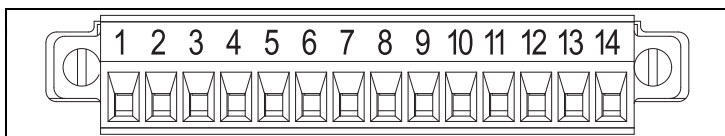

Figure 9 : affectation/identification des broches pour le branchement des accessoires
1. Lors de l'installation du kit d'accessoires sur le boîtier de raccordement du kit auto MTP6000, tenez compte de l'affectation des broches et des numéros d'identification pour le branchement des accessoires (consultez la Figure 9 et le Tableau 1 ci-dessous).